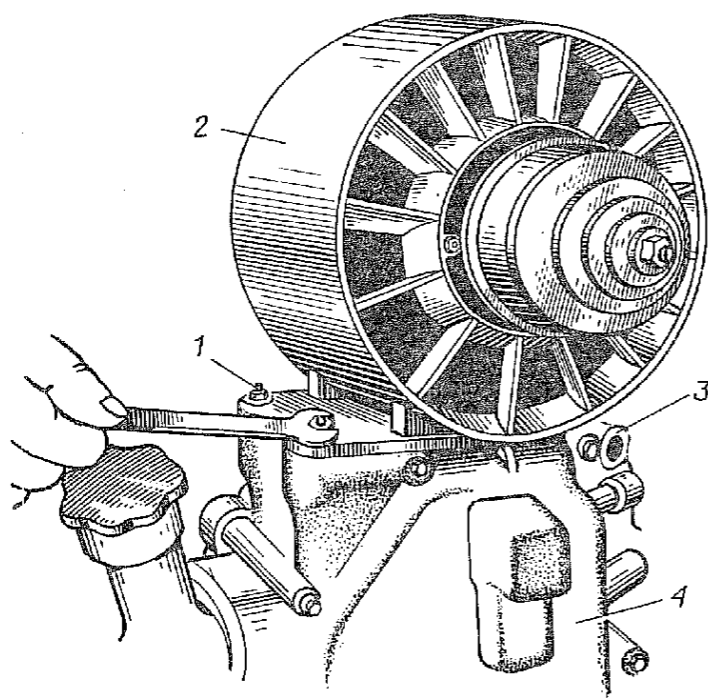

Рис. 6. Снятие направляющего аппарата вентилятора:
1.15. Отвернуть гайки 1 (рис. 6) крепления направляющего аппарата вентилятора к крышке 4 распределительных шестерен. Установить отвертку между крышкой и направляющим аппаратом вентилятора, поднять его и установить на картер коленчатого вала в промежуток между цилиндрами (ключ 12, отвертка 250×1,4).
2.3. Установить на установочные штифты картера коленчатого вала прокладку, крышку 4 (рис. 6) распределительных шестерен и закрепить болтами 3 со стопорными шайбами (головка 10, вороток).